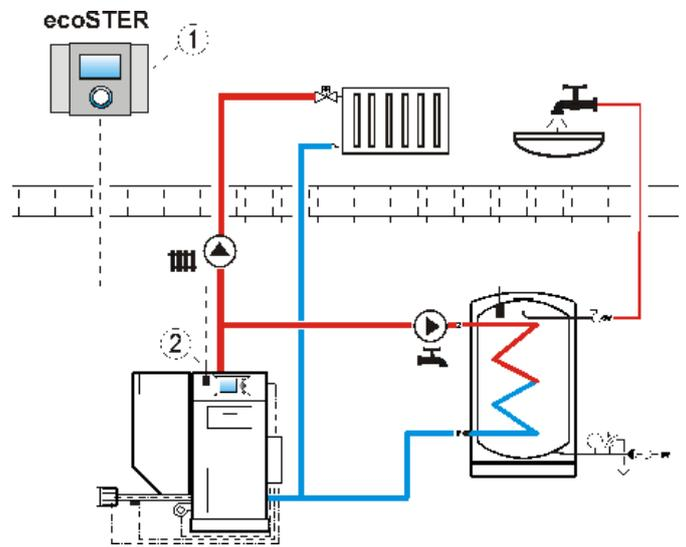

Рис. 7.41 Схема взаимодействия есоSTER200 и есоМАХ800, где: 1 – есоSTER200, 2 – регулятор котла есоМАХ800.
Для выведения главного экрана регулятора котла есоМАХ (2) Рис. 7.4 необходимо во время отображения главного экрана термостата несколько раз повернуть регулятор вправо. Короткое нажатие кнопки вызовет отображение меню регулятора котла. Это меню аналогично меню в регуляторе котла есоМАХ, поэтому необходимо следовать инструкциям регулятора котла.